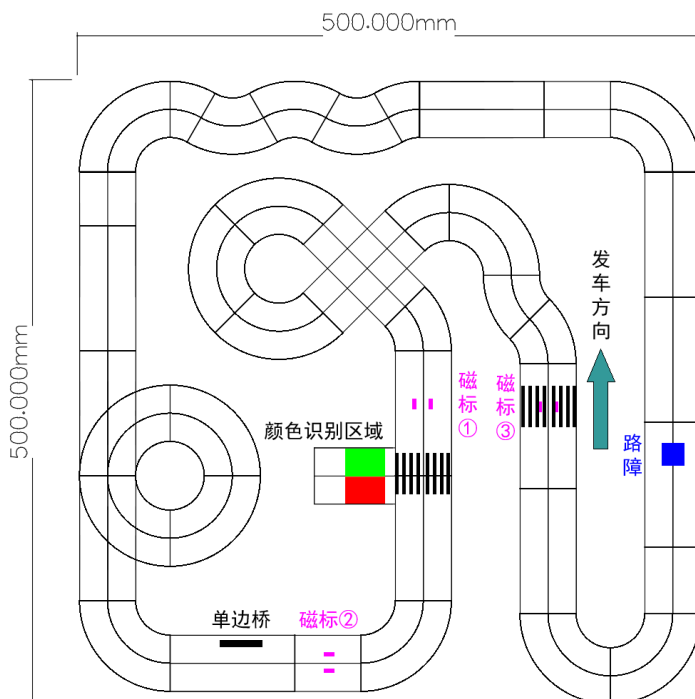

图1 赛道示意图
意图如图 1 所示。赛道中心铺设漆包线（电磁线），漆包线通有交变电流，智能车通过电磁检测实现自主循迹运动。
根据赛道示意图图 1 说明比赛过程：
根据赛道示意图图 1 说明任务项目和任务得分：
任务 2. 智能车需要进入车库，探测车库地面 2 个色卡颜色，通过 2 颗 RGB 灯对应正确显示探测的 2 个色卡颜色。如图 1 车库内右侧为绿色色卡，左侧为红色色卡，则需要将右侧 RGB 灯显示绿色，左侧 RGB 灯显示红色。车库中心线前 $60\text{cm} \pm 2\text{cm}$ 处布置磁标①。如颜色识别正确，但 RGB 显示位置相反，得 10 分。（满分 40 分）
备注 2：图 1 即为院赛比赛赛道。